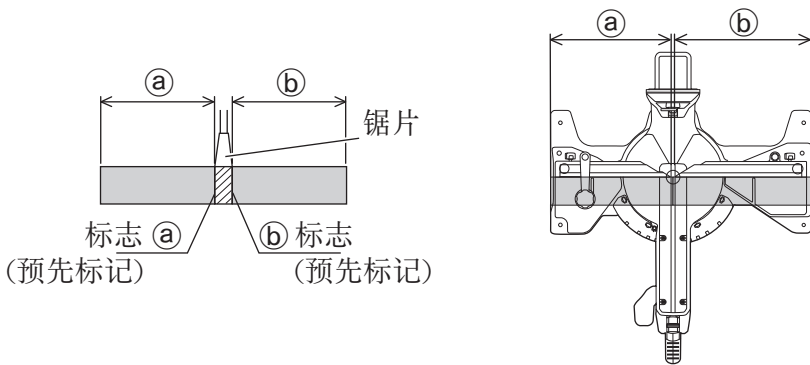

图27
(1) 如图27所示, 锯条的宽度为切割宽度。因此, 在需要长度**⑥**时将工件向右侧滑动(从操作员的位置看去), 或在需要长度**⑤**时向左侧滑动。打开LED灯, 将刀片的影子投射到工件上, 并将刀片影子的左侧或右侧对准工件上的墨线。